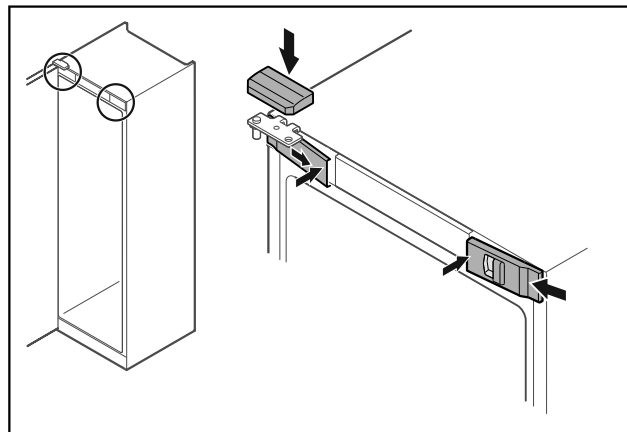

Fig. 46 \*
- Kiinnitä etusuojukset Fig. 46 (1) sivulta ja lukitse sisäpuolelta paikalleen.\*
- Paina ylempi suojus Fig. 46 (2) yläkautta paikalleen.\*